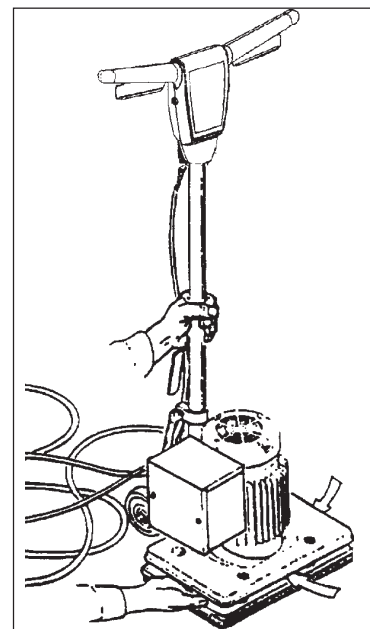

Figura 2
3. Tome la máquina por los puntos de izado y colóquela en el área de carga. Consulte la figura 2.